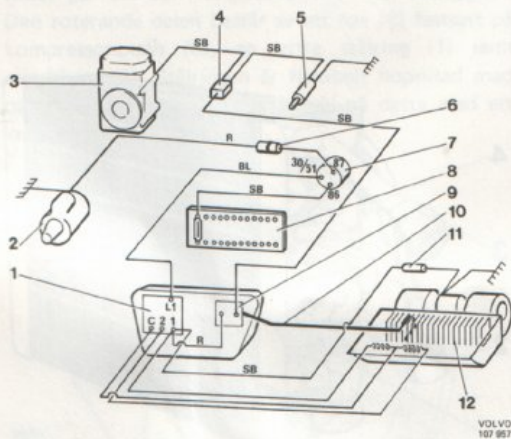

Bild 9. Kopplingsschema för tid.utf. av anläggning
I det tidigare utförandet av anläggningen (bild 9), där förångaren tillsammans med fläktmotorn är placerad i en separat enhet, är termostaten (9) försedd med ett vridreglage och placerad på reglagepanelen. Med reglaget ställs termostatens bryttemperatur in, så att